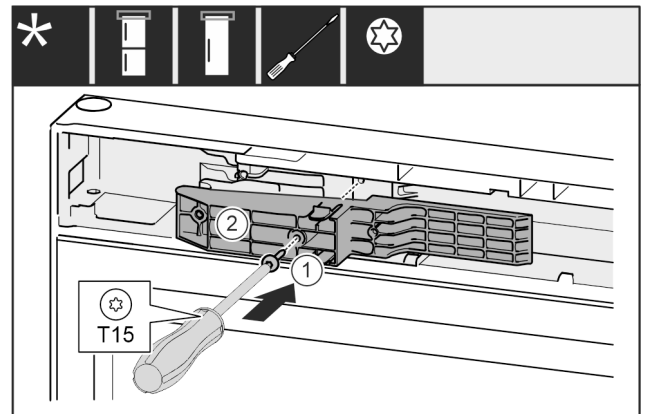

Fig. 51 *
- ▶ Adapterstück Fig. 51 (1) auf der Griffseite in die Aussparung einsetzen.*
- ▶ Schraube Fig. 51 (2) mit Schraubendreher festschrauben.*